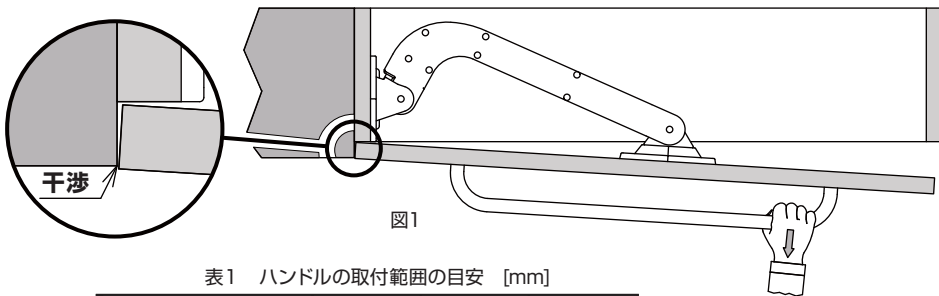

図1
- ① 適切な扉幅、ハンドル幅、ハンドル取付位置、目地幅を設定しないと、枠と扉が干渉し正常に作動しません(図1)。
- ② ハンドルは、扉幅と吊元目地をもとに、表1の範囲内に取付けてください。